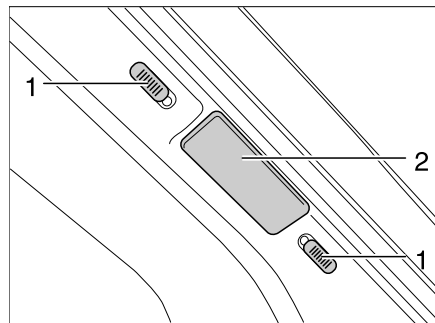
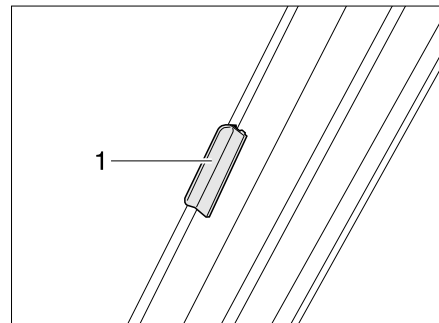

Bild 20 Verriegelung Faltverdunklung Frontscheibe
Bild 21 Verriegelung Faltverdunklung Frontscheibe (I-Modell)
- Die beiden Hälften der Faltverdunklung für die Frontscheibe am Griff (Bild 20,2 und Bild 21,1) bis zum Anschlag nach außen schieben.
- Die Verriegelungsknöpfe (Bild 20,1) nach unten bzw. nach oben schieben. Wenn der rote Punkt sichtbar ist, ist die Verriegelung offen.